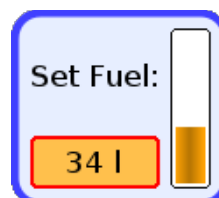

Abbildung 23: Einstellen des Kraftstoffvorrats.
- Mit der Taste „Fuel Level“ gelangt man zum Eingabefenster für das Kraftstoffniveau, dargestellt in Abbildung 23.